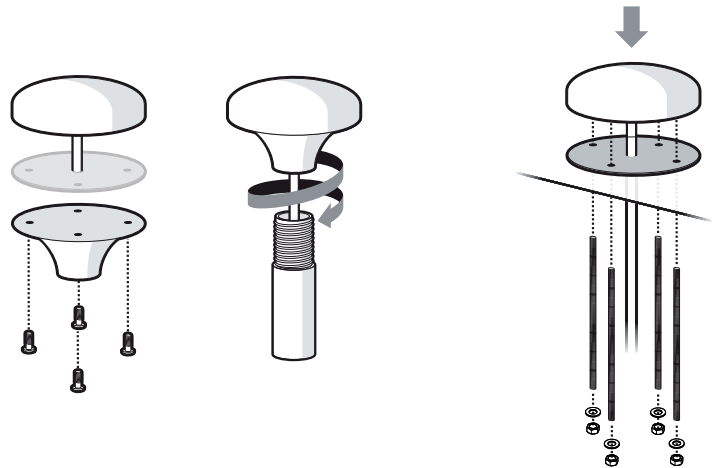

Abbildung 7: Montage der GPS-Antenne
- Montieren Sie das Rohr wie in Abbildung 7 dargestellt.